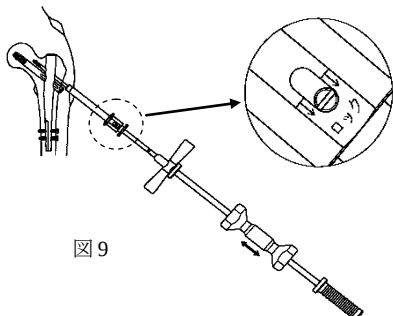

図 9
- 8) 7) の手順でも抜去が困難な場合は、抜去用エクストラスクリューホルダーでエクストラスクリューのヘッド部を把持し、指標ピンが矢印マーキングの範囲内 (ロック側) に入っていることを確認した後、抜去用エクストラスクリューT レンチの後端にネイル抜去器を接続し、ハンマーをスライドさせて軽く衝撃を与えながら、エクストラスクリューを抜去します。 (図 9)